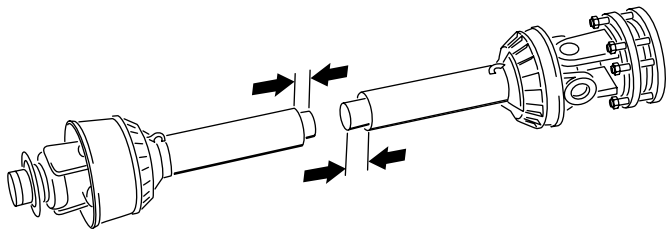

图17
11. 将 PTO 轴的两半分开（图17）。
12. 测量从各个管的端部到其安全护罩的距离（图17）。记录此距离。